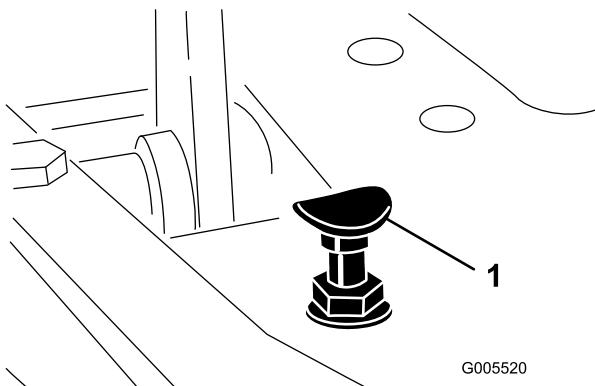

Bild 56
Stellen Sie den Funktionsschalthebel in die Transportstellung und drücken Sie das Gaspedal nach unten, um die maximale Transportgeschwindigkeit zu erreichen. Wenn das Pedal den Anschlag erreicht (Bild 56), bevor das Kabel gespannt ist, müssen Sie die Einstellung ändern:
1. Stellen Sie den Funktionsschalthebel in die Transportstellung, lösen Sie die Sicherungsmutter, mit der der Pedalstopp an der Grundplatte befestigt ist (Bild 56).